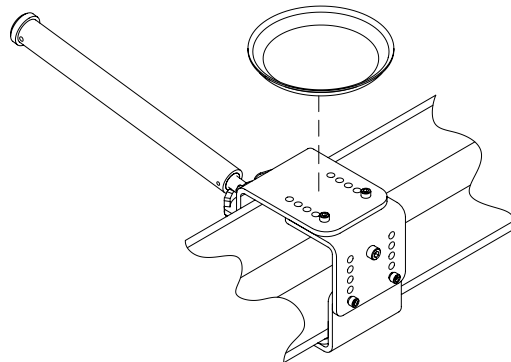

Figure 6 : Le placement de l'outil magnétique Plateau
7. Placez le magnétique Plateau à outils sur le dessus de la plaque avant pour convenir petit stockage de partie. (voir figure 6)